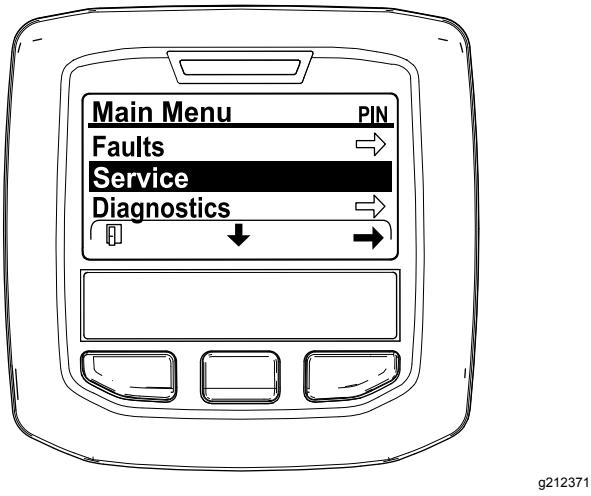

Figure 43
2. Naviguez jusqu'au MENU PRINCIPAL, appuyez sur le bouton central pour parcourir le menu MENU ENTRETIEN, et appuyez sur le bouton droit pour sélectionner l'option ENTRETIEN (Figure 43).